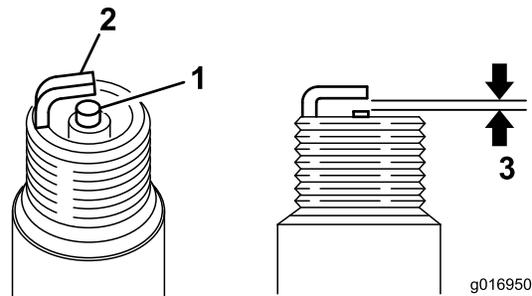

图39
- 如图39所示，将空隙设定为 0.6~0.7mm。安装已设定正确空隙的火花塞，上紧扭矩至 23N•m。